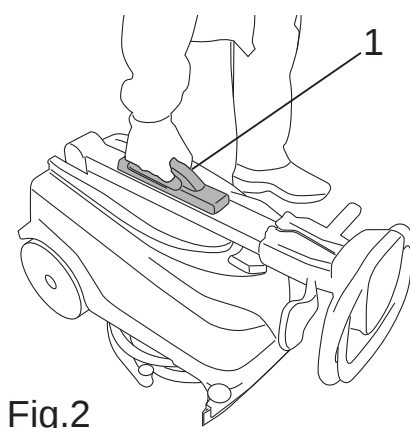

Fig.2
- Træk maskinen ud af emballagen ved at løfte den op i håndtaget (Fig.2-Ref.1), og sæt den på gulvet.